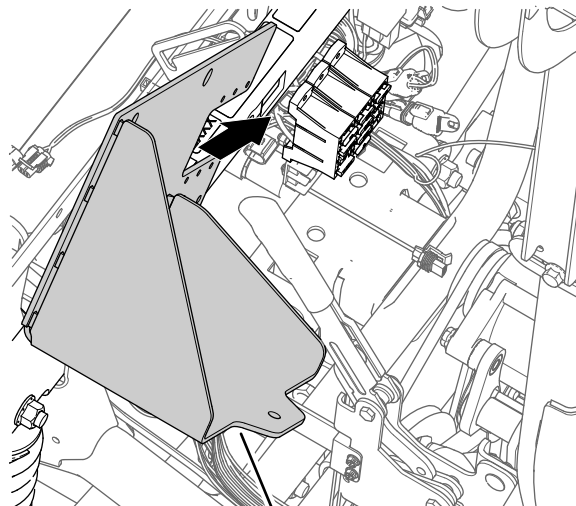

Figure 175
1. Placez le nouveau support de batterie devant le tube de support tube amortisseur de la machine et les porte-fusibles (Figure 175).